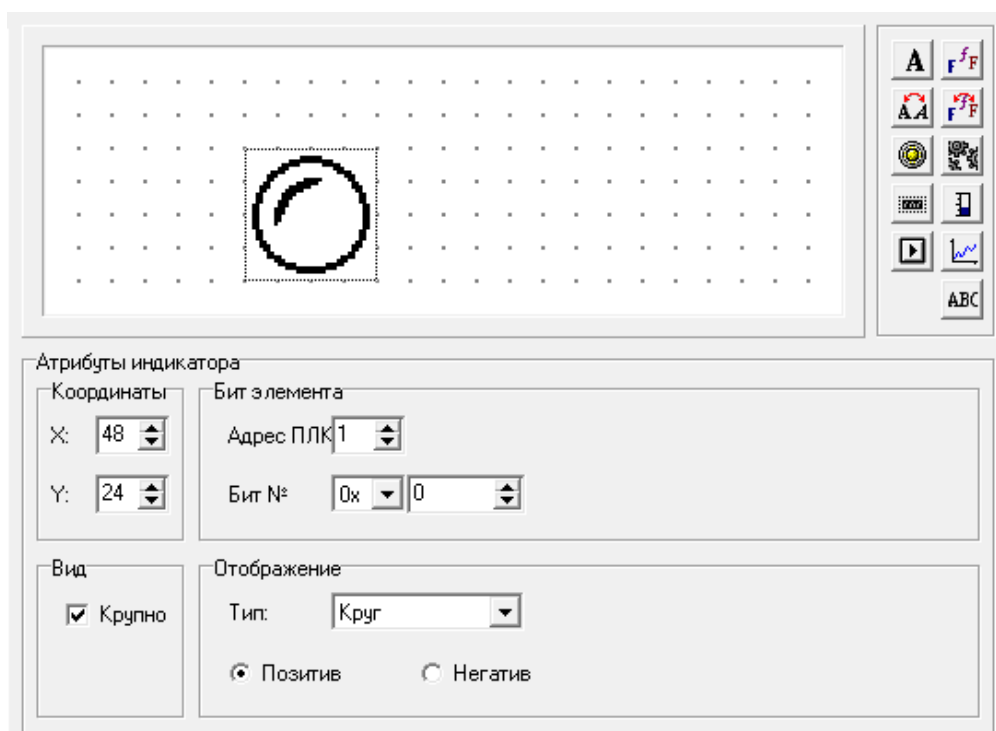

Рисунок 4.15 – Индикатор
1. Нажать кнопку . Откроется область задания параметров индикатора (см. рисунок 4.15).